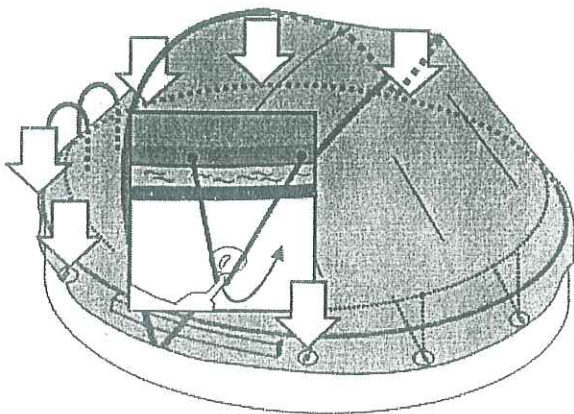

Abb. 10.1
## Zusammenklappen (Abb. 10.1 bis 10.3)
- Die Gummiseile (11) auf der ganzen Hälfte der Einstiegsseite und noch im Bereich des „C“ Profil (1) lösen. (Abb. 10.1)